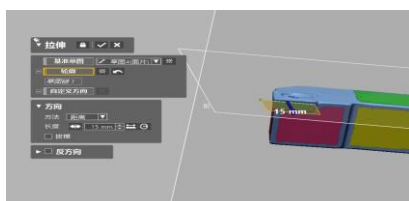

图 4.69 拉伸片体
11) 点击菜单栏模型>(创建曲面下)拉伸图标, 弹出拉伸对话框, 轮廓选择草图 4, 方向长度 15mm, 如图 4.69 所示, 点击确定完成片体的拉伸。